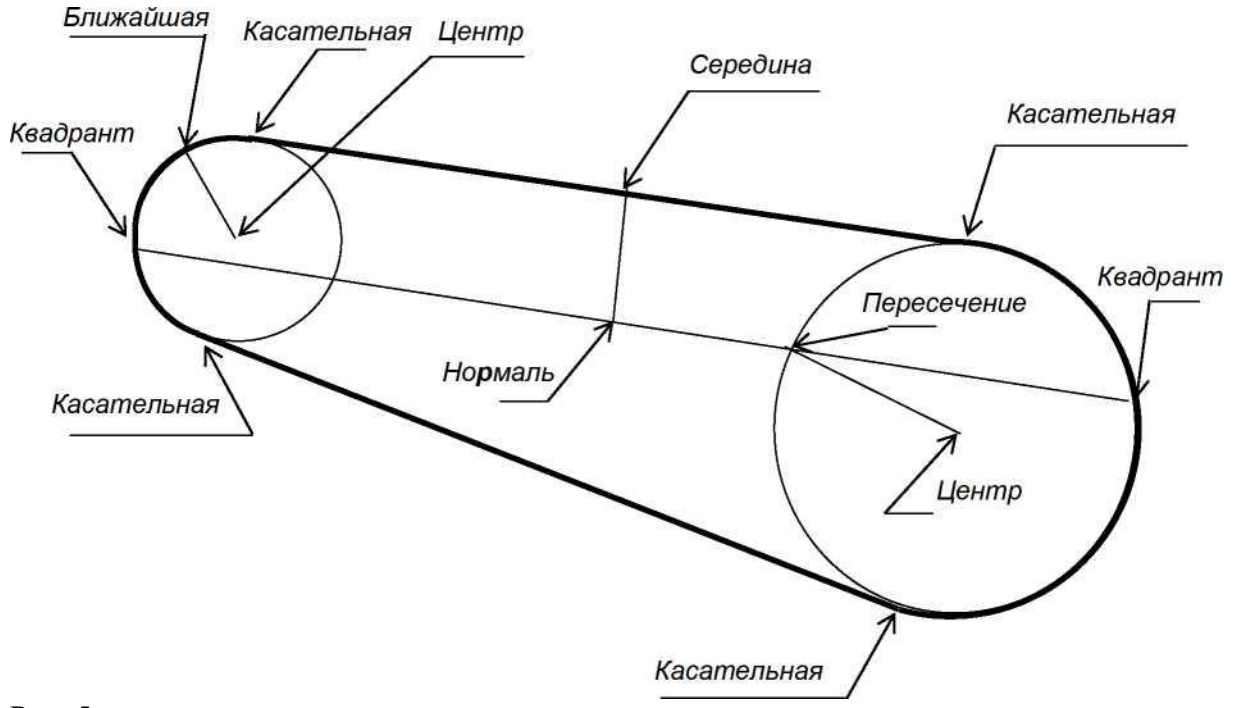

Рис. 5.
7. Рассмотрите чертеж, показанный на рис.5. На нем указаны объектные привязки, используя которые нужно проводить построение.
9. Создайте рамку формата А4. **Выполните в рамке в слое "Привязка" чертеж (рис.5). Пользуйтесь временными привязками, отмеченными на рисунке.**